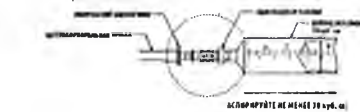

Рис. 2
- Надежно закрепите шприц объемом 30 куб. см с люэровым клапаном на люэровом наконечнике экстракорпоральной трубки (См. рис. 2.)